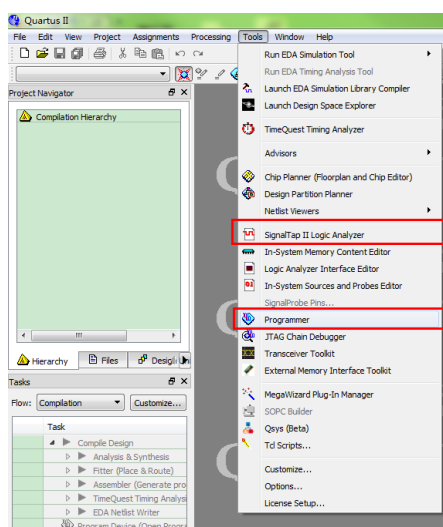
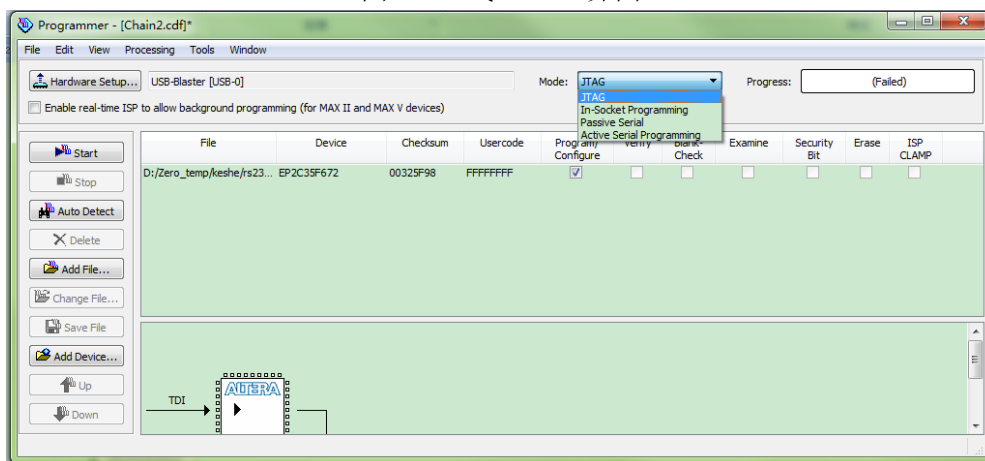

图 1.10 QuartusII 界面
图 1.11 Quartus II Programmer 界面
i. 打开 Programmer 界面。在 QuartusII 界面下，点击 Programmer 命令，如图 1.10 所示。Programmer 界面如图 1.11 所示。